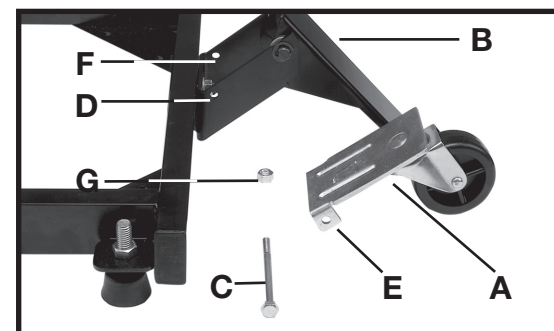

Fig. 5
2. Instale el montaje de rueda (A) Fig. 5 al soporte de la base móvil (B). Inserte el tornillo de cabeza hexagonal 5/16-18 x 4" (C) por el primer orificio (D) en el montaje de palanca para pie, los dos orificios en el montaje de rueda (E) (se muestra uno) y el otro orificio (F) en el montaje de palanca para pie. Enrosque la tuerca de seguridad de 5/16-18 en el tornillo y ajuste bien.